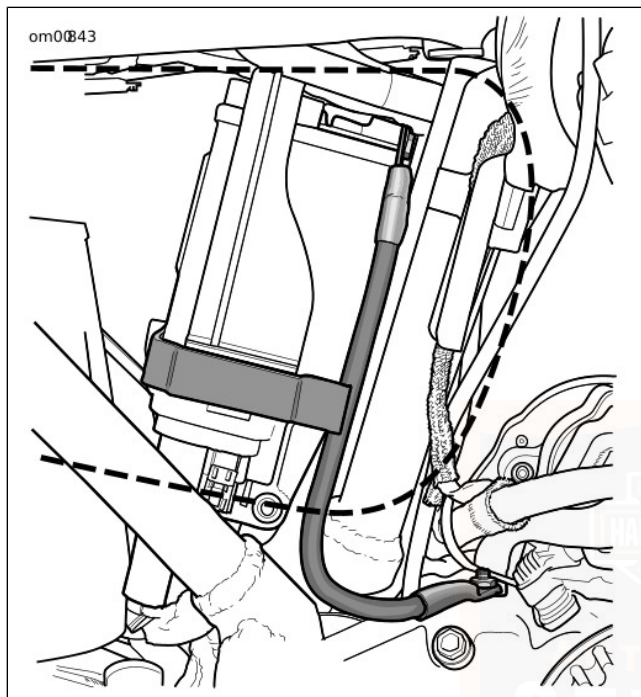

Abbildung 48. Batterieminuskabel und Kurbelgehäusebolzen: Sportster-Modelle
1. Siehe Abbildung 48. Die Mutter herausdrehen und danach das Batterieminuskabel (schwarz) vom Kurbelgehäusebolzen hinter dem Anlasser abklemmen.
3. Siehe Abbildung 48. Das Minuskabel (-) um das Rahmenrohr verlegen.